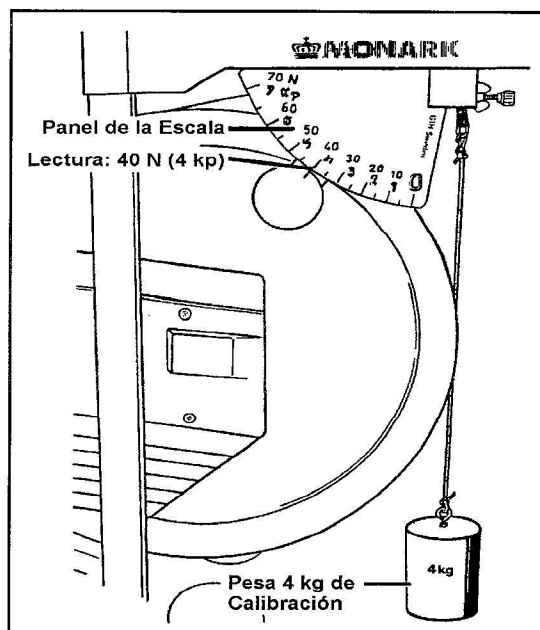

Figura 21. Calibración del Peso del Péndulo Empleando un Peso Conocido de 4 kg Adherido a la Correa de Freno.
4. Amarre un peso conocido, e.g., 4 kg (nuestra referencia No. 9000-211) donde se coloca el muelle de balance. Véase **Figura 21**. Nota: El peso no debe ser menor de 3 kilogramos (kg), debido a la posibilidad de una precisión inferior.
5. Cuando se coloque correctamente, se debe leer este peso (4 kg) del lugar correspondiente en la escala de fuerza (4 kp). Véase **Figura 21**.